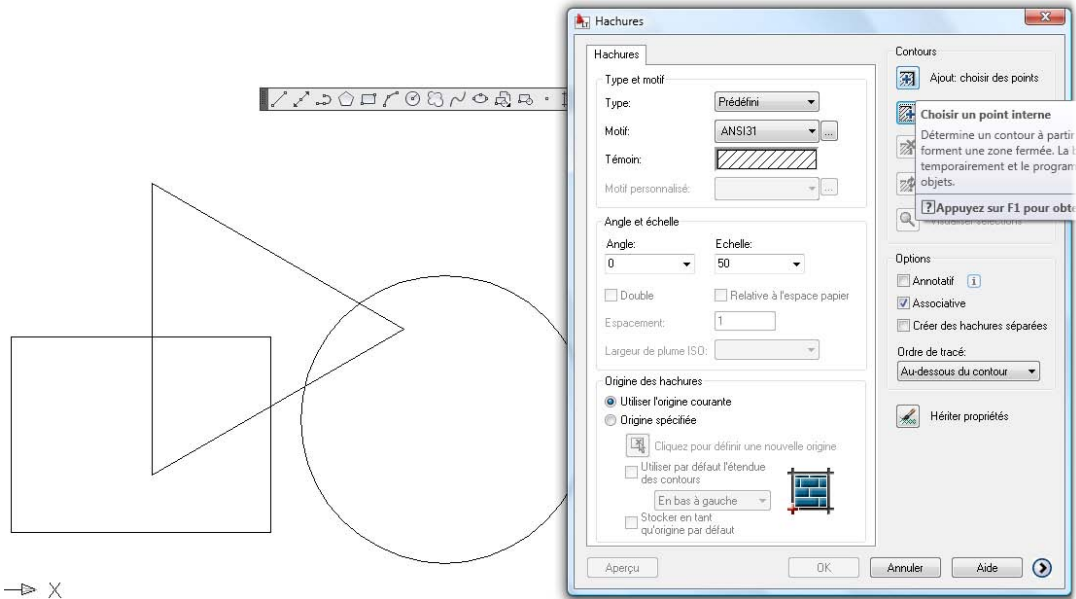
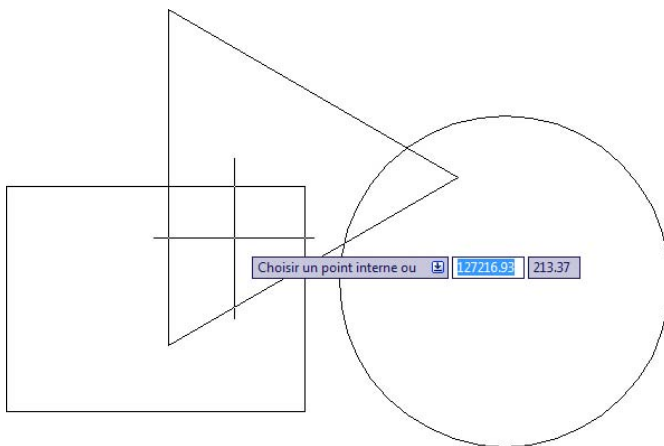

Figure 5.33
Figure 5.34
7. Composez maintenant un petit schéma constitué d'un triangle, d'un rectangle et d'un cercle imbriqués. Sélectionnez ensuite l'outil Hachures, paramétrez la boîte de dialogue (voir Figure 5.33) et cliquez sur le bouton Choisir des points (voir Figure 5.34).